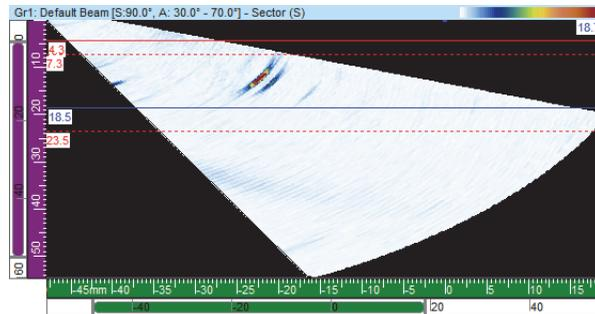

Figura 4-19 Esempio dei cursori attorno a un'indicazione in una vista settoriale (S).
sopra e al di sotto del riflettore di riferimento del blocco di taratura (vedi Figura 4-19 a pagina 119).
4. In FocusPC, in una vista laterale (B), frontale (D) o settoriale (S), posizionare i cursori Riferimento (rosso) e Misura (blu) rispettivamente al di sopra e al di sotto del riflettore di riferimento del blocco di taratura (vedi Figura 4-19 a pagina 119).